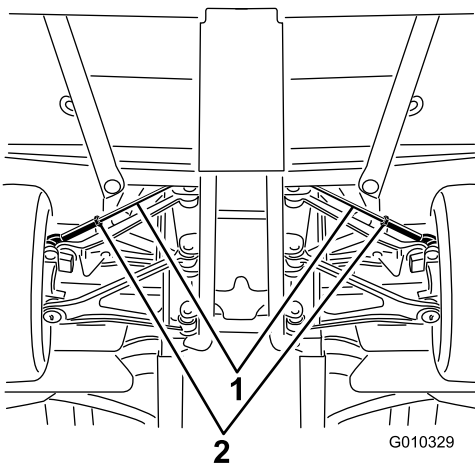

Figura 58
- A. Allentate il controdamo al centro del tirante (Figura 58).